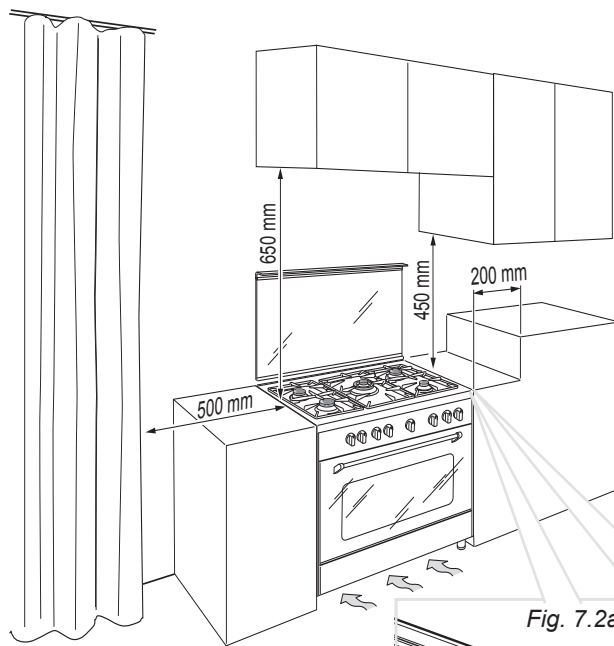

Fig. 7.2
■ Classe 2 ■ Sottoclasse 1 (Fig. 7.2)